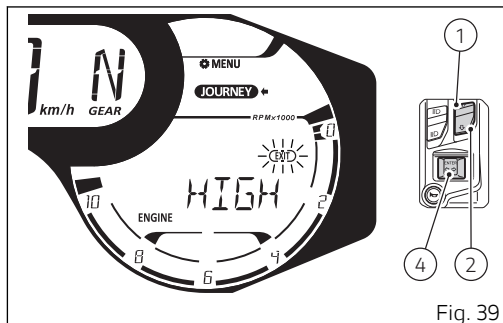

Fig. 39
El salpicadero visualiza el nuevo nivel configurado y la inscripción "EXIT" con borde parpadeante (Fig. 39). Presionando el pulsador (4), el salpicadero vuelve a la visualización anterior.